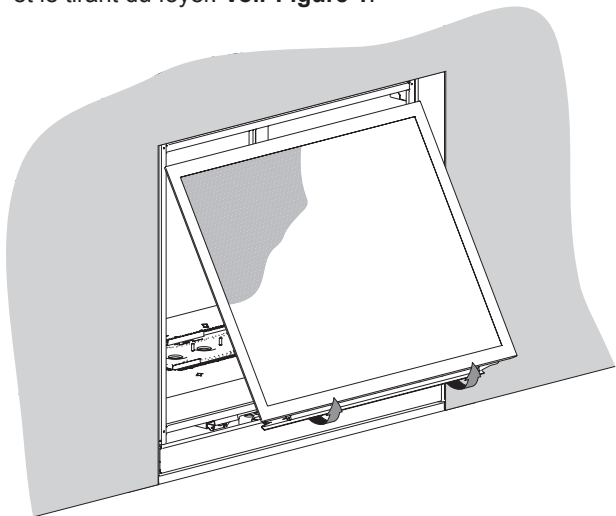

Figure 1
2. Les deux attaches à ressort de la vitre se trouvent au bas du cadre de vitre. Les déposer en les tirant vers vous et vers le bas. Déposer le cadre de l'écran et de la vitre en une seule pièce (il n'est pas nécessaire de les séparer) en le soulevant et le tirant du foyer. **Voir Figure 1**.